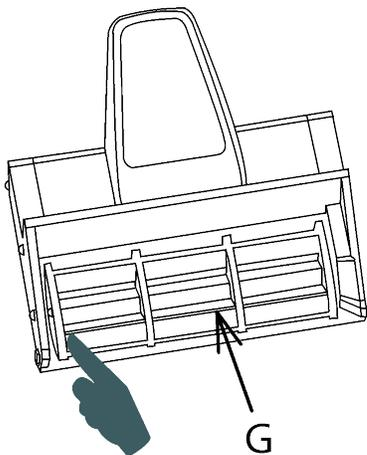

Figure 10
- Retirer le rotor en commençant par le côté gauche (figure 10).